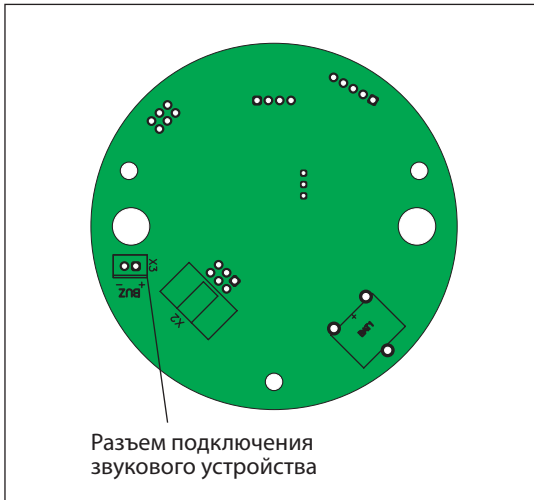

Рис.15. Расположение разъема подключения звуко-сигнального устройства на процессорном модуле
11. При необходимости подключите внешнее звуковое устройство к разъему на процессорном модуле (рис.15).